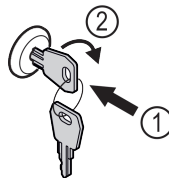

Fig. 57
- Schlüssel hineindrücken Fig. 57 (1).
- Schlüssel um 90° im Uhrzeigersinn drehen Fig. 57 (2).